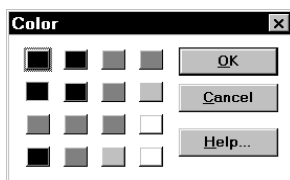

Figura 14. Cuadro de diálogo que permite cambiar el color del texto seleccionado
- 13) **Color...** (Color). Esta opción hace aparecer el cuadro de diálogo de la Figura 14, que permite cambiar el color del texto o del objeto gráfico seleccionado.